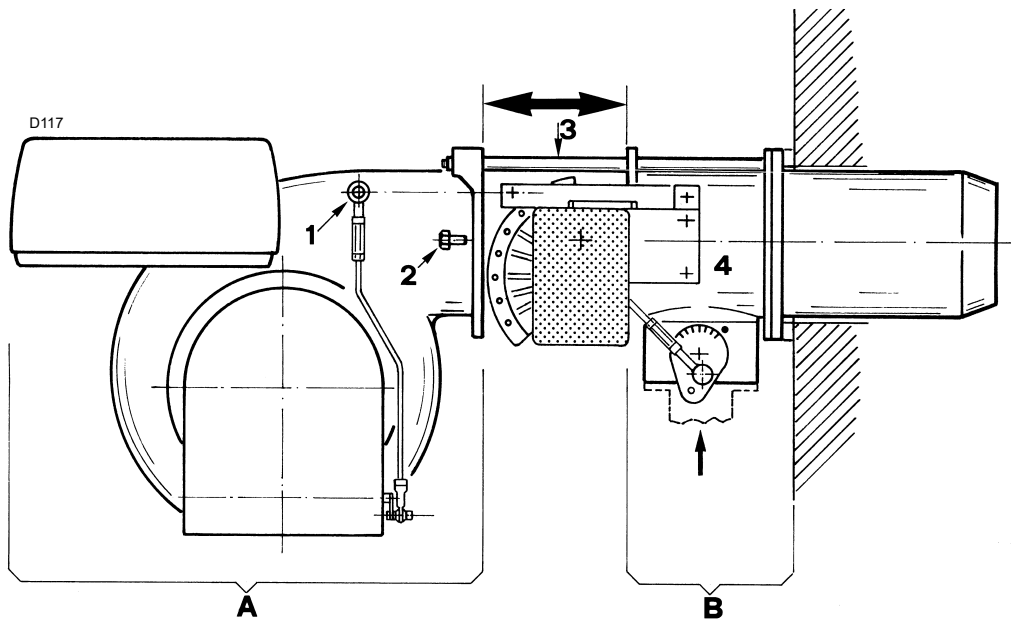

Abb. 33
- Das Gelenk 1)(Abb. 33 auf S. 36) der Stange, die Luftklappe steuert, verankern.